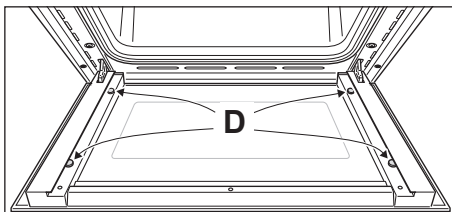

Fig. 4.17
- Verificare che i 4 distanziatori "D" siano nella loro posizione (fig. 4.17).